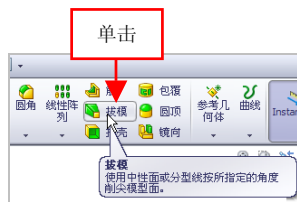

图 5-52 单击【拔模】按钮
(2) 在【特征】选项卡中，单击【拔模】按钮，如图 5-52 所示。